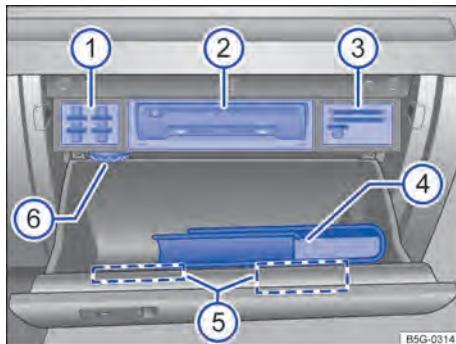

Fig. 111 Porta-luvas aberto.
Legenda para Fig. 111:
Na parte superior da tampa do porta-objetos podem existir suportes para cartões de memória, para cartões de crédito e para moedas e um alojamento para porta-óculos \Rightarrow Fig. 111 ①, ③ e ⑤.